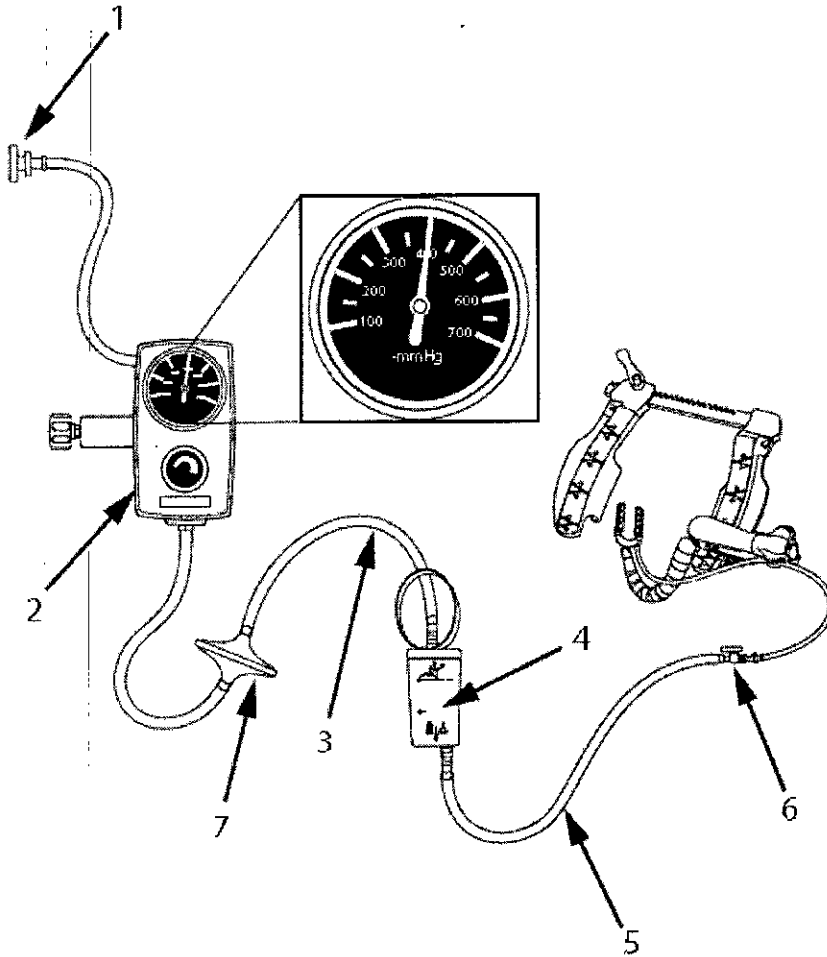

Figura 5: Sistema de estabilización por vacío ACROBAT-i
10. Conecte el accesorio de bloqueo lúer AZUL del juego de tubos del estabilizador ACROBAT-i al accesorio lúer AZUL de los tubos de vacío del estabilizador ACROBAT-i. Conecte el otro extremo de los tubos del juego de tubos al accesorio con rebaba inferior del recipiente del sistema Acrobat-i o de otro recipiente de recogida de líquidos (no incluido). Asegúrese de que la llave de paso esté en la posición cerrada con respecto al aire. El juego de tubos con el filtro conectado a la parte superior del recipiente se debe conectar a continuación a una fuente de vacío regulada. Establezca el regulador de vacío en 400 mm Hg. Consulte la figura 5 para ver la configuración de los tubos y el sistema de vacío correcta.